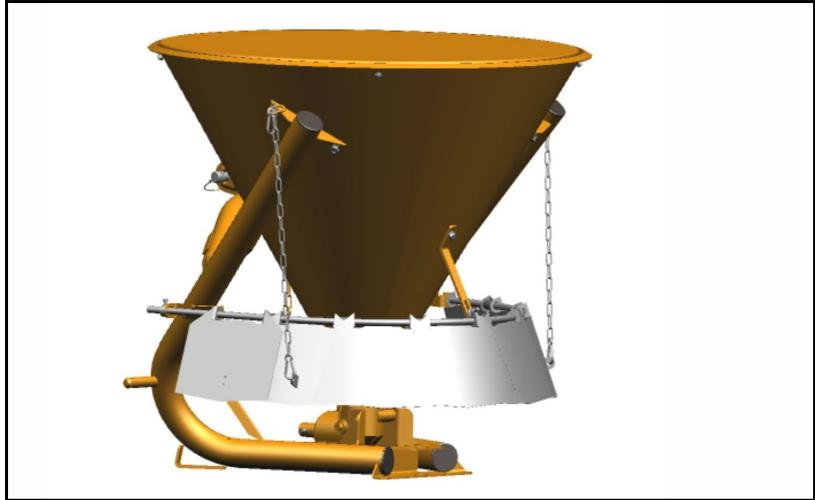

Fig. 9
- Para **cerrar** la boca de paso, subir la palanca manual (Fig. 9/1) hasta el tope.
- Para **abrir** la boca de paso, bajar la palanca manual (Fig. 9/1) hasta el tope del ajuste de la cantidad de esparcido.